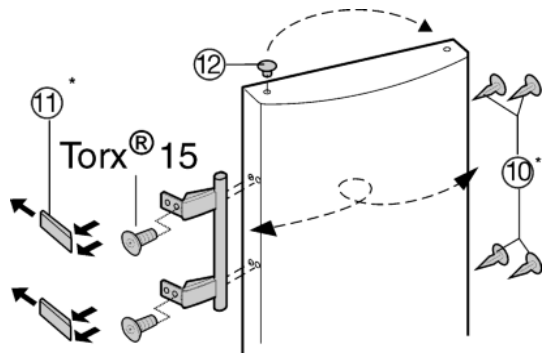

Fig. 8
- ▶ Retire el tapón Fig. 8 (12) del casquillo de cojinete de la puerta y cámbielo de sitio.
- ▶ Desmonte el tirador de la puerta, los tapones Fig. 8 (10) y las placas de presión Fig. 8 (11) y cámbielos al lado opuesto.